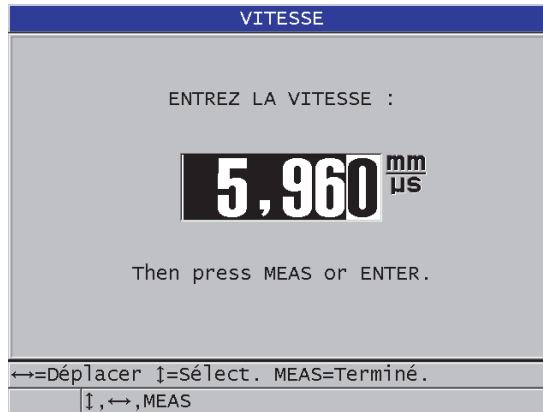

Figure 5-7 Entrée de la vitesse de propagation connue des ondes sonores dans le matériau
2. Dans l'écran **VITESSE** (Figure 5-7 à la page 91), utilisez les touches de direction pour régler la vitesse de propagation à la valeur connue.